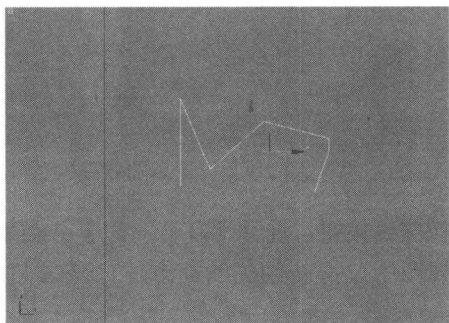

图 2-13 建立一条线的效果
Step 13 切换到前视图，单击【创建】面板中的  按钮，选择 **线** 工具，绘制如图 2-13 所示的形状。